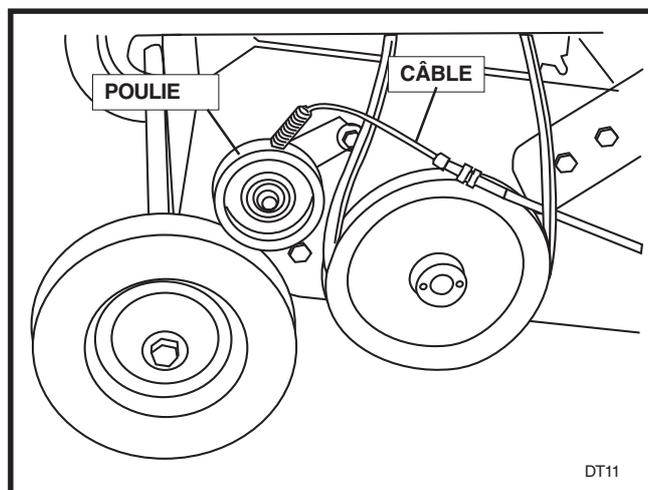

FIGURE 4
15. Retirez le carter de la courroie. Retirez le câble en déposant la poulie. Voir la Figure 4. Attachez le nouveau câble et remettez en place la poulie. Sauvegardez l'ancien câble pour l'utiliser quand le collecteur n'est pas utilisé.